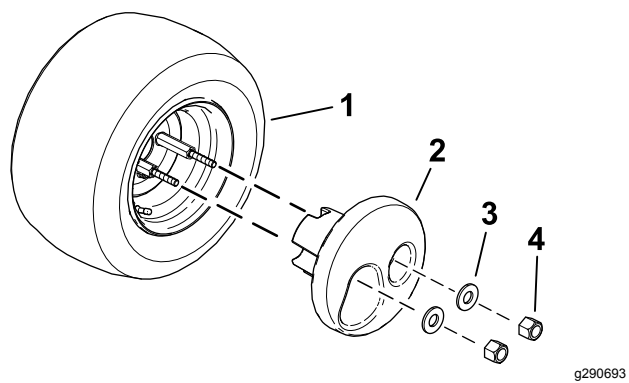

图 3
7. 用 2 个垫圈和 2 个螺栓将配重块固定至车轮图 3。